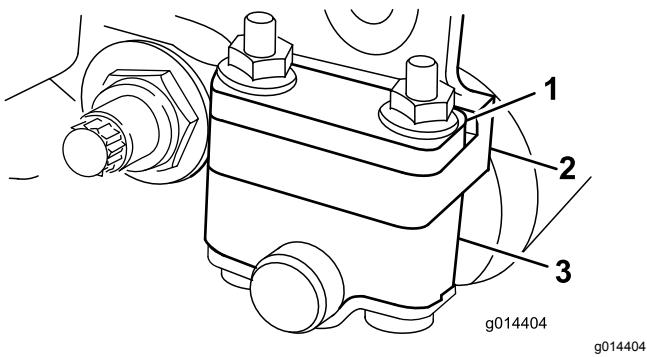
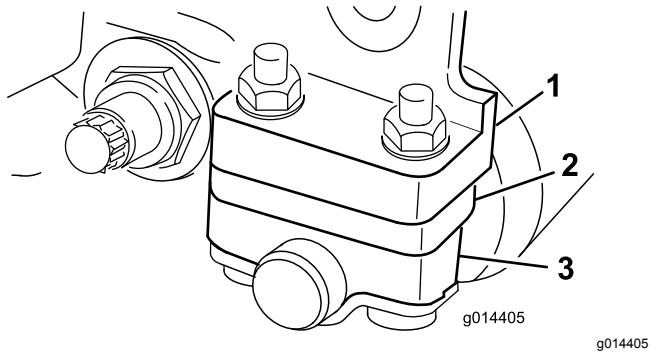

Рисунок 6
Рисунок 7
В зависимости от требуемого диапазона высоты скишивания установите кронштейны заднего валика (Рисунок 6 или Рисунок 7) в нижнее или верхнее положение:
- При настройке высоты скишивания в диапазоне от 1,5 до 6 мм установите проставку над монтажным фланцем боковой пластины (заводская настройка) (Рисунок 6).
- При настройке высоты скишивания в диапазоне от 3 до 25 мм установите проставку под монтажным фланцем боковой пластины (Рисунок 7).
4. Установите преставки на винты над или под кронштейнами валика, в соответствии с требуемым положением (Рисунок 6 или Рисунок 7).